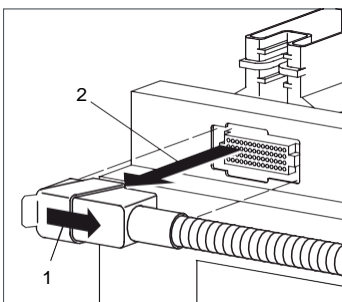

Fig. 4.6
- Tirer la tirette de verrouillage du connecteur basse tension vers l'avant (Fig. 4.6, 1) et retirer le connecteur (2).